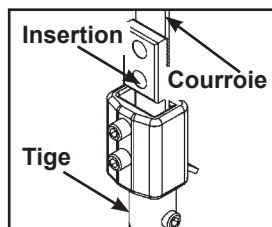
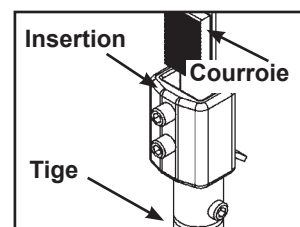

Figure 2A
Figure 2B
- D. Vérifier que la courroie et l'insertion sont installées correctement (voir la Figure 2A). **REMARQUE :** Ne pas installer l'insertion à l'envers (voir la Figure 2B).